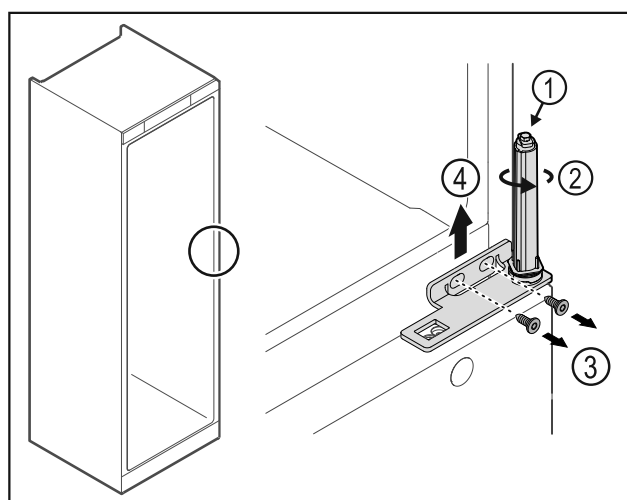

Fig. 32
- Ne razstavite sistema za zaklepanje vrat Fig. 32 (1).
- Obračajte zaporni sistem Fig. 32 (2), dokler ne klikne.
- ▶ Odvijte vijake Fig. 32 (3) in kotnik tečaja Fig. 32 (4) snemite v smeri navzgor.